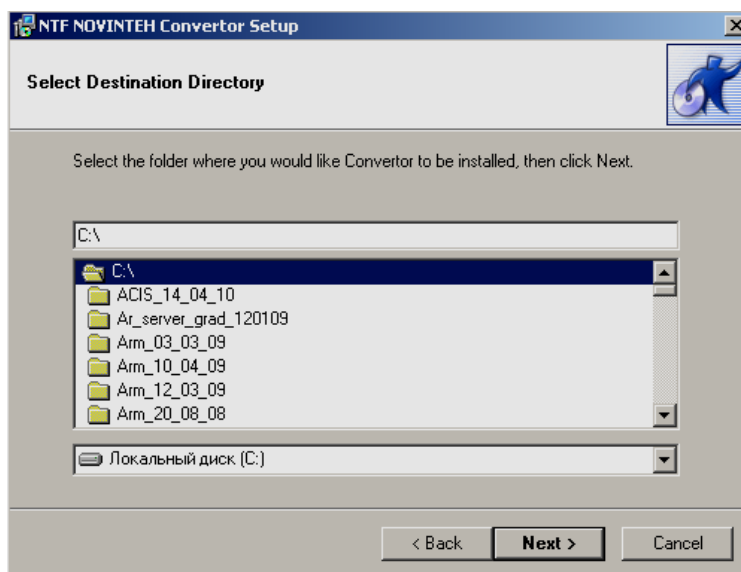

Рисунок 1
- 1.2 Запустить программу «Setup.exe» из папки «Convertor» (рисунок 1).